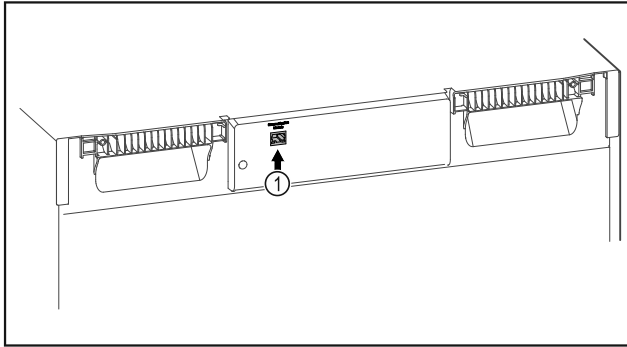

Fig. 119
- SmartModule Fig. 119 (1) 已使用。